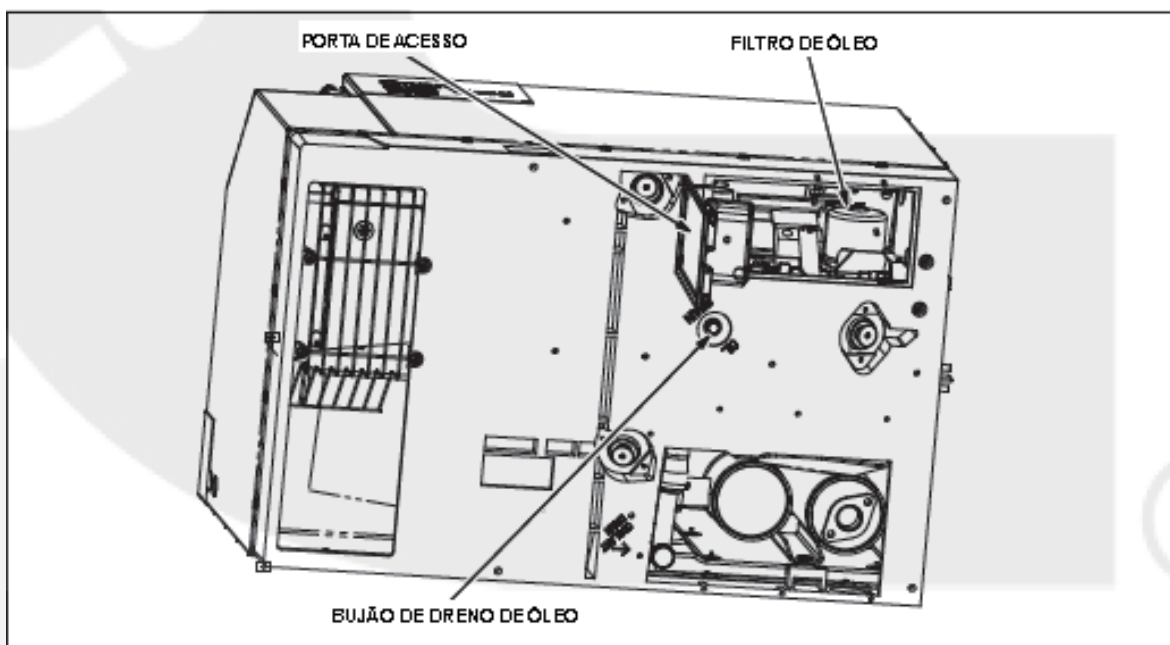

FIGURA 6. BUJÃO DE DRENO DE ÓLEO E FILTRO DE ÓLEO
2. Coloque um recipiente sob o grupo gerador e desaperte o bujão de dreno de óleo (Figura 6). Drene todo o óleo do motor.
4. Pressione as linguetas da porta de acesso ao mesmo tempo para abri-la (Figura 6).